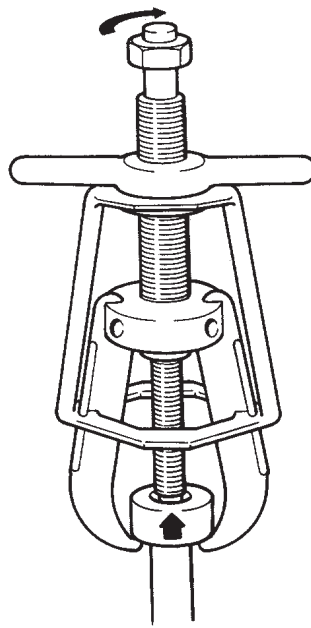

Figura 4
6. Asegúrese de que el centro del extractor quede alineado con el centro del eje del componente a extraerse. Utilice solo herramientas manuales para apretar el perno central y extraer el componente de su eje. (Véase Figura 4)